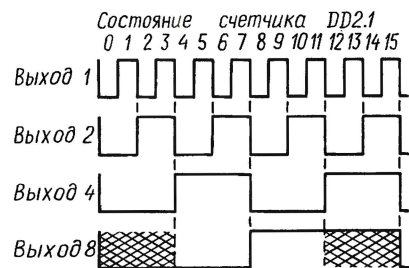

Рис. 2
1. Давление в обоих колесах практически одинаково. Значения частоты следования импульсов обоих датчиков равны или близки. К моменту поступления обнуляющего импульса счетчик DD2.1 достигнет одного из состояний от нуля до трех, если он опережает первый счетчик, или от двенадцати до пятнадцати, если отстает. На выходах 4 и 8 счетчика DD2.1 будет одинаковый уровень — либо 0, либо 1 (заштриховано на рис. 2). На выходе элемента DD3.1 — низкий уровень, который запретит прохождение через элемент DD4.1 импульса, запускающего одновибратор DD4.2, DD4.3.